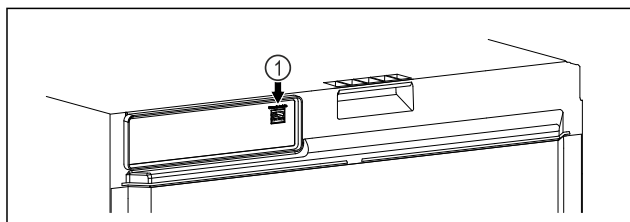

Fig. 109
- ☐ SmartModule Fig. 109 (1) встановлено.